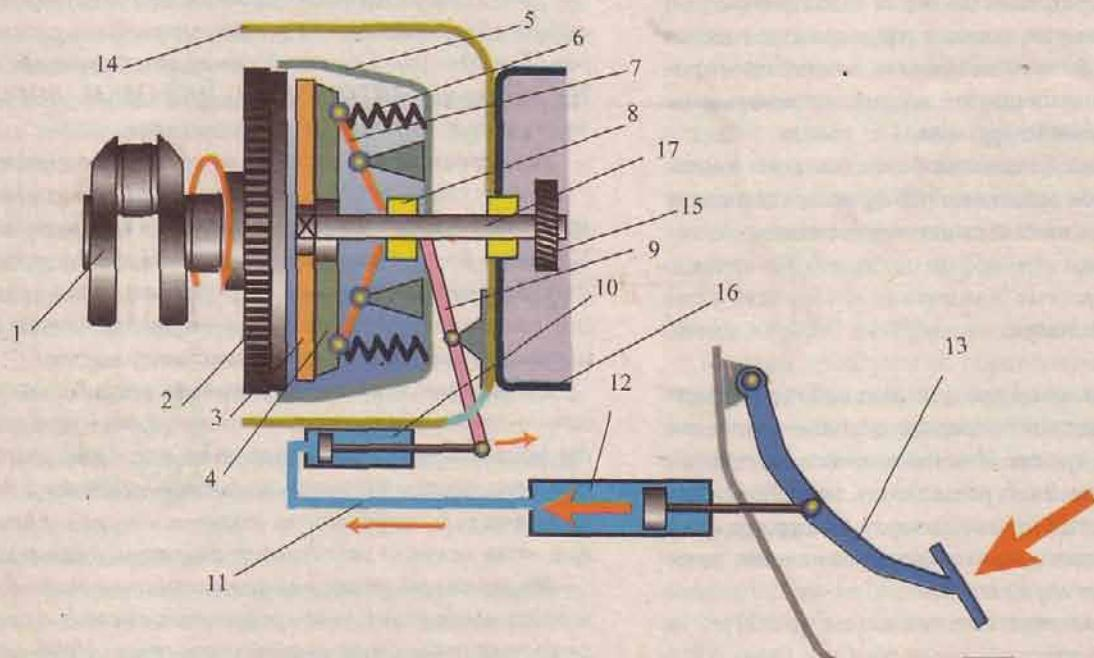

Рис. 31 Схема гидравлического привода выключения сцепления и механизма сцепления
#### Привод выключения сцепления (гидравлического типа) состоит из (рис. 31):
**Механизм сцепления** состоит из (см. рис. 31):